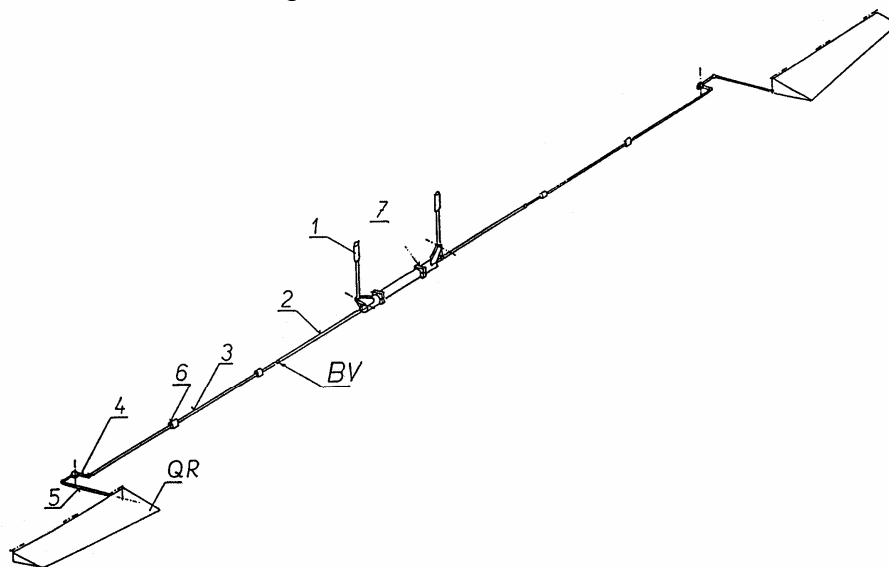

Bild 10: Skizze Quersteuerung
Vom Steuerknüppel (1) ausgehend wird der Querausschlag durch die Stoßstange (2) zu der Verbindung an der Trennstelle des Flügels geleitet (Bild 10). Diese Bolzenverbindung (BV) ist beim aufgerüsteten Flugzeug mit Einziehfahrwerk durch den Fahrwerksschacht, beim Festfahrwerk durch eine Montageöffnung zugänglich.